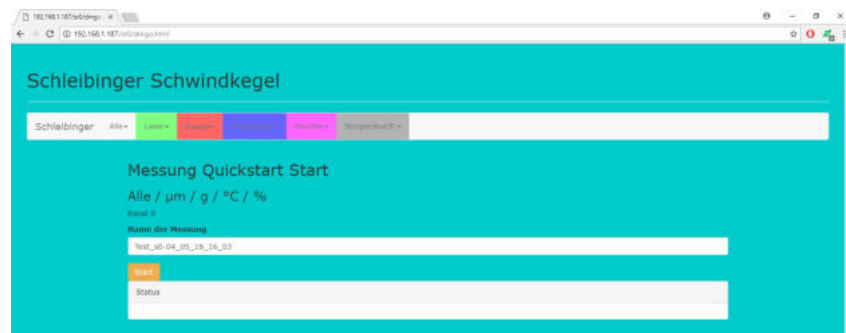

Abbildung 21: Starten der Messung mit Quickstart
- Wählen Sie im Hauptmenü **Alle** → **Quickstart** und klicken Sie auf **Start** (Abb. 21).